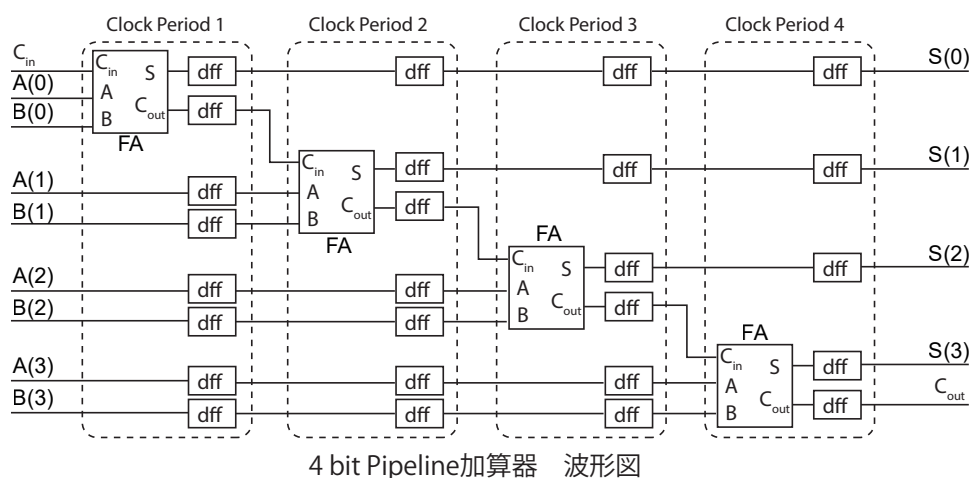

Fig. 6.8: Pipeline のアーキテクチャ.
本課題は **Fig. 6.8** のように、4-bit の加算を 4 つの 1-bit 全加算器 (FA) で実現する。また、7 章にある D フリップフロップ (dff) も必要となる。その使い方は課題 8 を参考にせよ。(注意: 表示を簡潔にするため、**Fig. 6.8** における dff の clk 入力は省略した。)